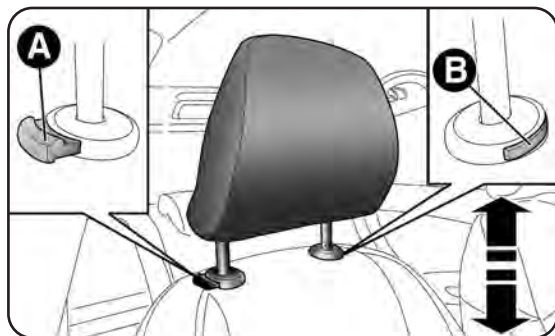

fig. 26
- regulación hacia abajo: pulse la tecla A-fig. 26 y baje el reposacabezas.
- pulse los botones A y B-fig. 26 y después quite los reposacabezas sacándolos hacia arriba.